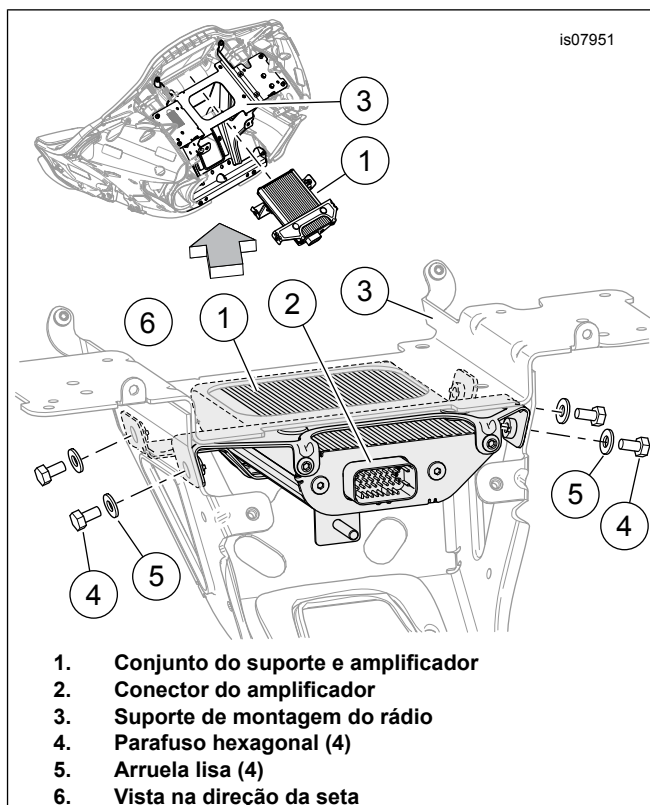

Figura 3. Instalação do amplificador
3. Veja Figura 3. Instale o amplificador.
- a. Pegue os quatro parafusos Allen hexagonais (4) e as respectivas arruelas lisas (5) do kit.
- b. Deslize o amplificador e o conjunto de suporte (1) para dentro da cavidade embaixo do suporte de montagem do rádio (3), conforme mostrado, com o conector (2) virado para fora. *OBS.: Rádio removido para exibir os detalhes.*